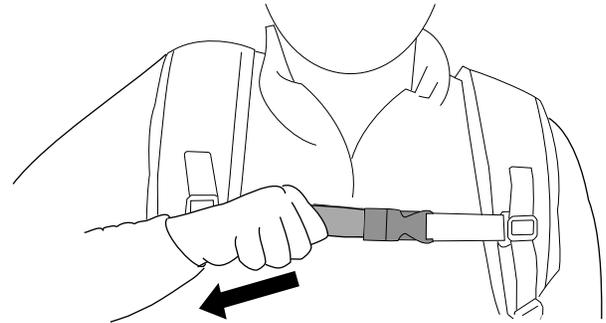

**Bild 10**
3. Ziehen Sie den Hüftgurt im aufrechten Stand erneut an, um sicherzustellen, dass er gut sitzt (**Bild 10**).